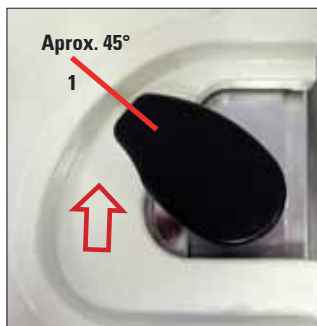

Fig. 72
- Vire a trava da retorta no sentido horário até o batente em aproximadamente 45° (Fig. 72, 1) e solte.